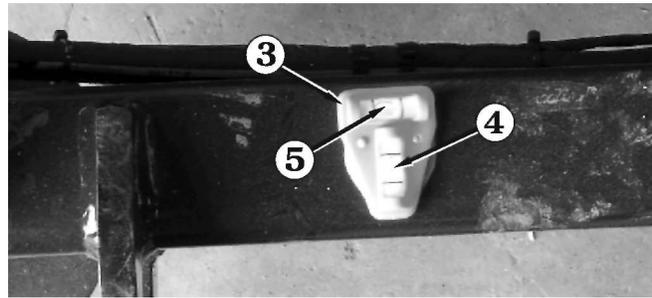
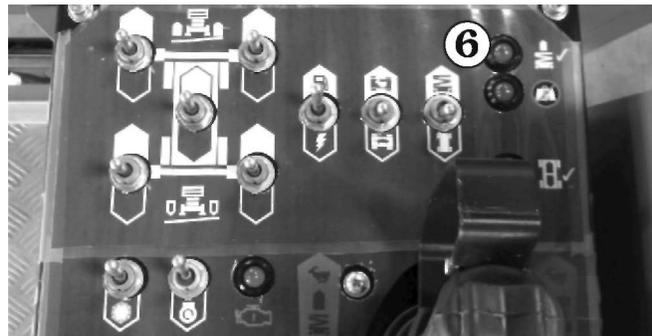

Abbildung 8.13
Abbildung 8.14
3. Überprüfen Sie die Anzeige an der Libelle ③, um festzustellen, welche Stabilisatoren noch weiter ausgefahren werden müssen, um die Plattform zu nivellieren (siehe Abbildung 8.13).
4. Senken Sie die entsprechenden Stabilisatoren weit genug ab, um die Libellen ④ und ⑤ zu zentrieren (siehe Abbildung 8.13). Wenn die **Hubanzeigelampe** ⑥ (siehe Abbildung 8.14) leuchtet, kann die Plattform sicher angehoben werden.